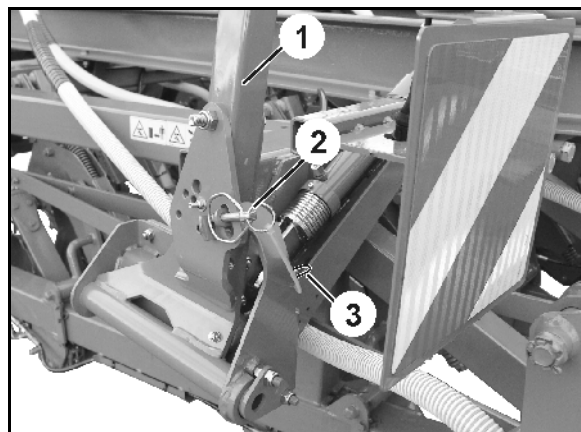

Рис. 64
Перед движением по улицам и дорогам общего и закрытого пользования необходимо застопорить маркеры (Рис. 64/1) с помощью пружинных фиксаторов (Рис. 64/2) для предотвращения их непреднамеренного опускания.
1. Удерживая консоль маркера (Рис. 64/1), уберите пружинный фиксатор (Рис. 64/2).
2. В нерабочем положении вставьте пружинный фиксатор в скобу (Рис. 64/3).